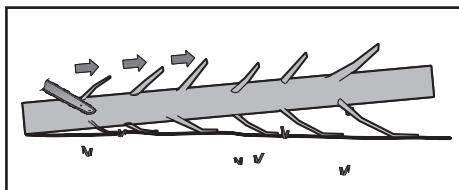

**Figura. 1**
Planee y despeje un trayecto de retirada para el momento de la caída. El patrón de evacuación debe extenderse hacia atrás y diagonalmente hacia el lado posterior de la línea esperada de caída como se ilustra en la Figura 1.
Haga el corte direccional a 1/3 del diámetro del árbol, perpendicular a la dirección de las caídas como se ilustra en la Figura 1. Haga primero el corte del entalle en la parte inferior horizontal (W), esto ayudará a evitar pellizcos en la cadena de sierra o en la barra de guía cuando se haga el corte del segundo entalle (X).
Asegúrese de que el corte posterior (Y) de tala sea al menos 50 mm más alto que el corte direccional horizontal como se ilustra en la Figura 1. Mantenga el corte posterior de tala paralelo al corte direccional horizontal. Haga el corte posterior de tala de modo que quede suficiente madera para actuar como bisagra. La madera de bisagra evita que el árbol se tuerza o caiga en la dirección incorrecta. No corte a través de la bisagra.
Cuando el árbol comience a caer, proceda rápidamente a retirar la sierra del corte de tala final; soltar el gatillo para apagar la sierra; asentar la sierra (②); salir del área por el trayecto de retirada. (Consulte las Figura. 1)